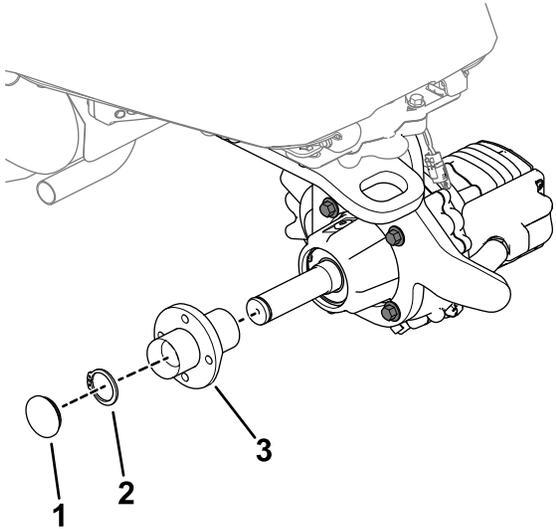

Bild 2
1. Nehmen Sie den Staubdeckel von der Nabe (Bild 2).